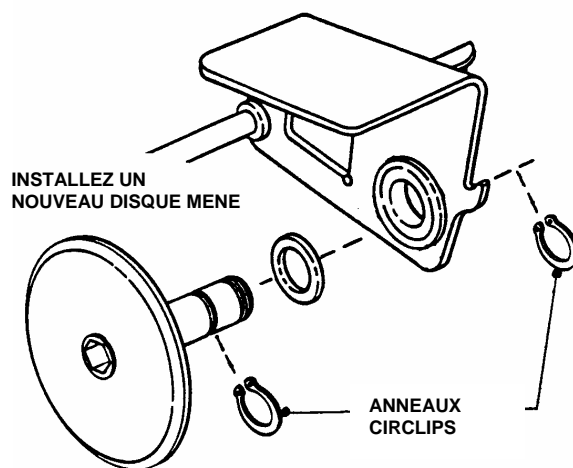

FIGURE 4.13
3. Retirez les deux anneaux élastiques qui maintiennent le disque mené à son dispositif. Voir figure 4.13.